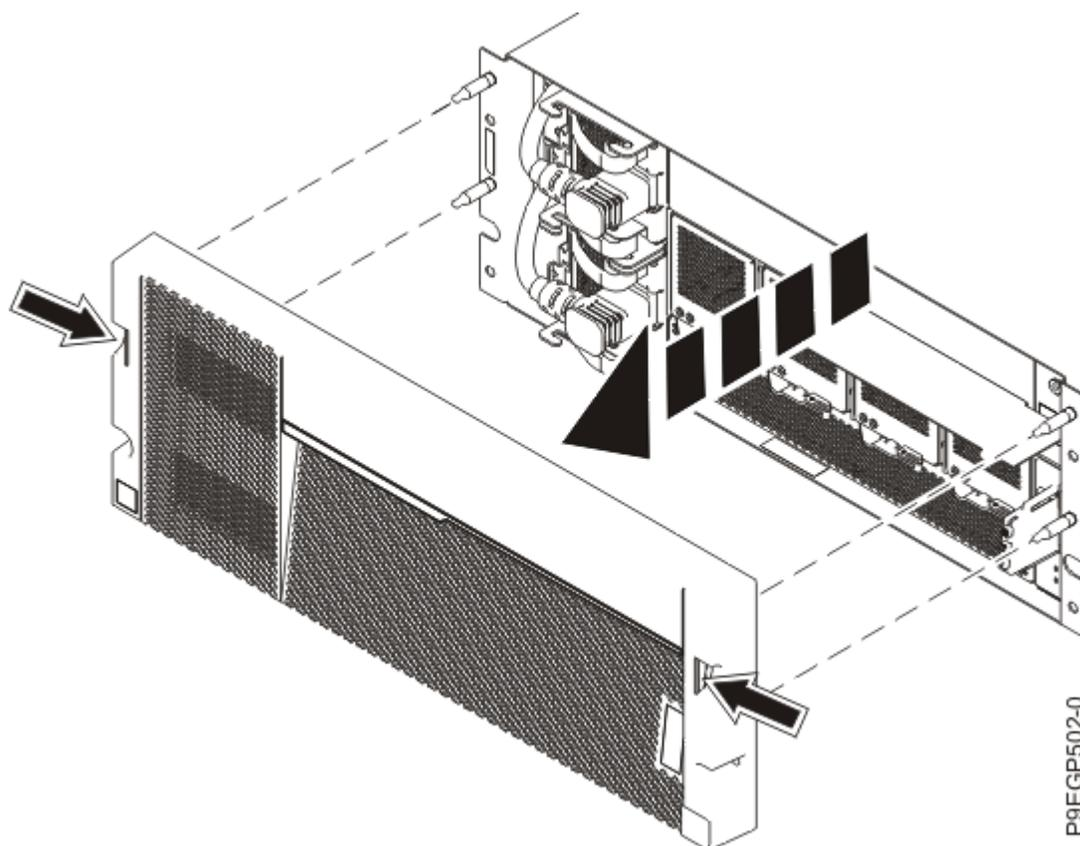

図 8. カバーおよびサービス情報カードの取り外し
- b. ドロワーの両側にある2つの青色のタッチ・ポイントを使用して、12 ページの図 8に示すように、カバーをまっすぐ引き出してドロワーの前面から取り外します。